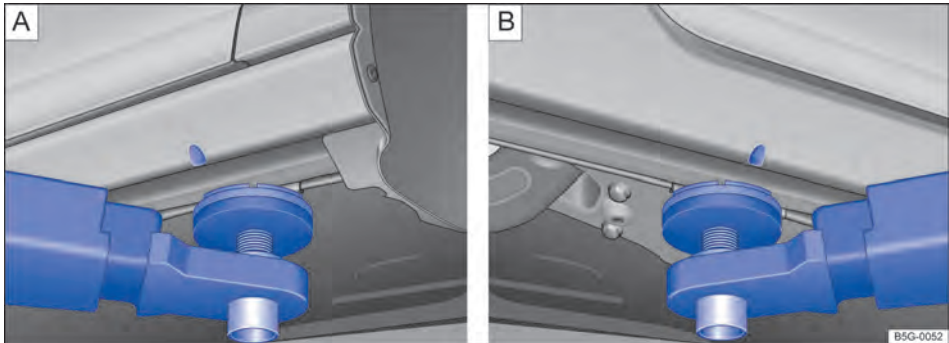
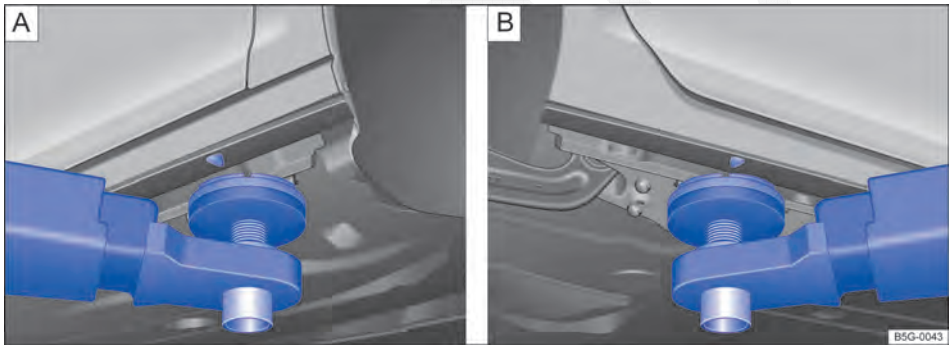

Fig. 219 **A** Pontos de apoio dianteiros e **B** ponto de apoio traseiro para suspender com a plataforma elevatória ou o macaco (variante 1).
Fig. 220 **A** Pontos de apoio dianteiros e **B** ponto de apoio traseiro para suspender com a plataforma elevatória ou o macaco (variante 2).
O veículo deve ser suspenso somente pelos pontos de apoio indicados nas figuras ⇒ Fig. 219 ou ⇒ Fig. 220. Se o veículo não for suspenso pelos pontos de apoio indicados, poderão ocorrer danos no veículo ⇒  e ferimentos graves ⇒ .
- Suspender o veículo somente pelos pontos de apoio indicados nas figuras ⇒ Fig. 219 ou ⇒ Fig. 220. Se o veículo não for suspenso pelos pontos de apoio indicados, o veículo